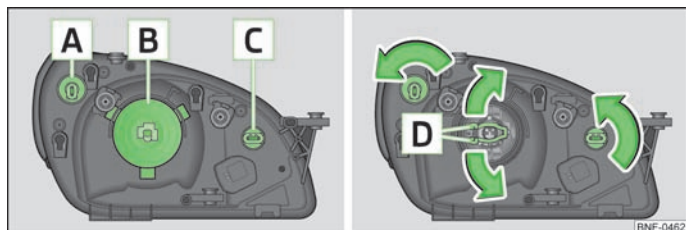

Fig. 120 Venstre forlygte – motorrum: Placering / Afmontering af pære
A – blinklys foran » Fig. 120
- Drej pæreholderen **A** » Fig. 120 helt **mod** uret, og tag den ud.
- Træk stikket af pæren **B** » Fig. 120.
- Drej pæreholderen **C** » Fig. 120 helt **mod** uret, og tag den ud.